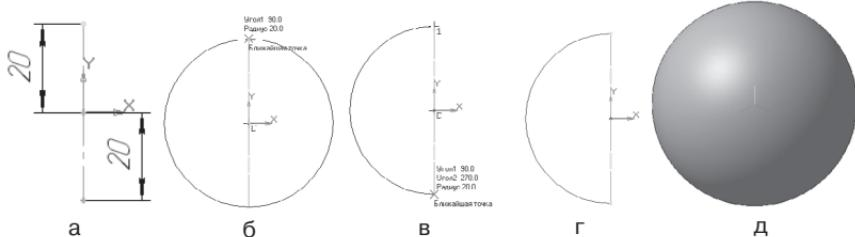

Рис. 136. Создание трехмерной модели шара
- постройте вертикальный отрезок стилем **Осевая** из начала координат длиной 20 мм вверх и вниз (рис. 136, а);
- укажите верхнюю точку осевой линии (сработает глобальная привязка **Ближайшая точка**) – рис. 136, б;
- потяните дугу и укажите нижнюю точку осевой линии (сработает глобальная привязка **Ближайшая точка**) – рис. 136, в; рис. 136, г;
- На Инструментальной панели Вид выберите команду **Полутоновое, Полутоновое с каркасом** (рис. 136, д);